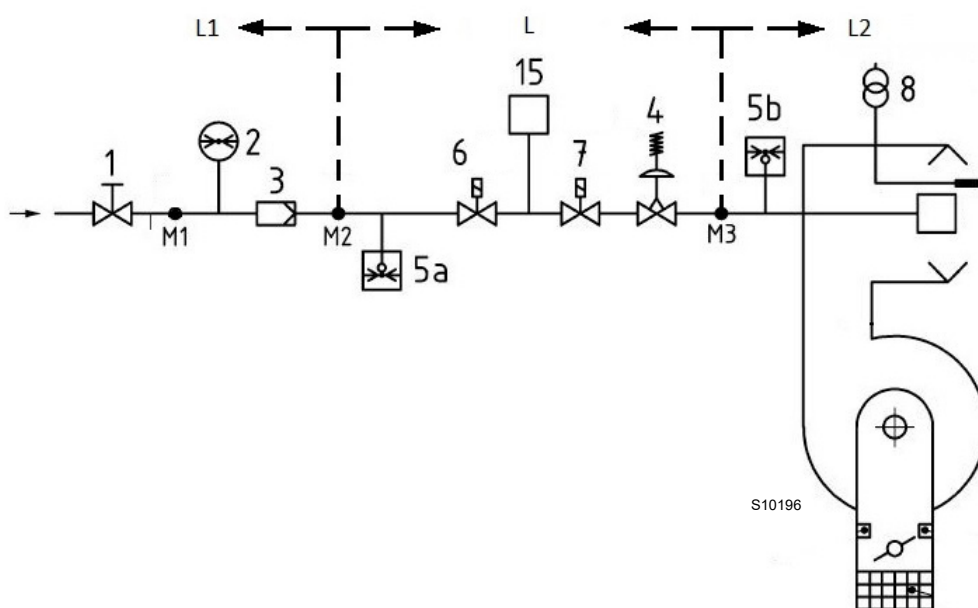

Fig. 22
- Pour que la pompe puisse s'auto-amorcer, il est indispensable de desserrer la vis 3) de la pompe, (voir Fig. 22), pour vider l'air contenu dans le tuyau d'aspiration.
Légende (Fig. 22)